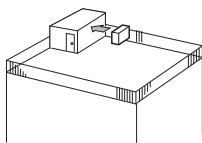

Fig. 2-2
- ① Anbring udblæsningen, så den vender imod den nærmeste væg og ca. 35 cm fra den. (Fig. 2-2)